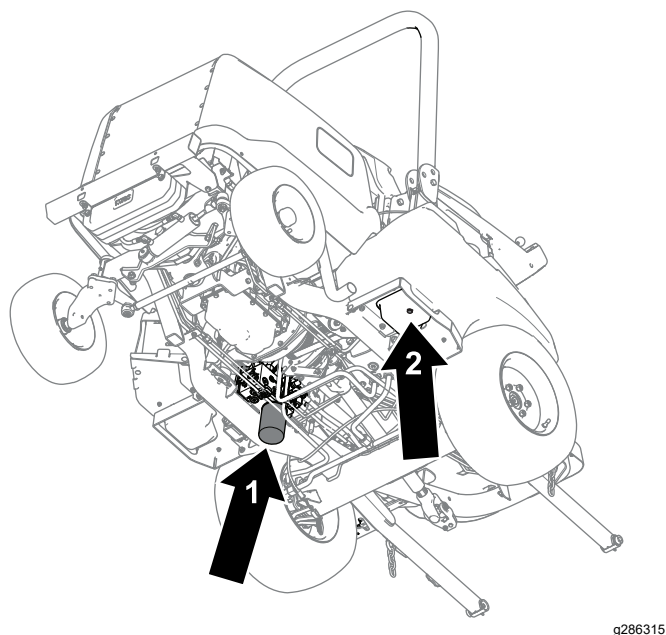

Figure 81
4. Retirez le bouchon de vidange (Figure 81) situé sur le côté du réservoir et laissez le liquide s'écouler dans le bac de vidange.
6. Placez un bac de vidange sous le filtre (Figure 81), déposez le filtre et vidangez le restant d'huile dans le bac.